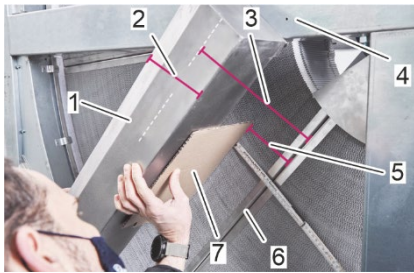

Figura 51: Alineación de la bandeja de recogida
3. Sujete la bandeja de recogida (Figura 51/1) contra el marco del rotor (Figura 51/4) por el lado de salida del aire.
4. Coloque la bandeja de recogida (Figura 51/1) paralela al segmento del rotor (Figura 51/6). La distancia a ajustar (Figura 51/5) se calcula como la distancia medida en el paso 2 (Figura 51/3) menos la mitad del ancho (Figura 51/2) de la bandeja de recogida (Figura 51/1).
Utilice un tope de medición adecuado (Figura 51/7) (p. ej., un trozo de cartón) para medir la distancia entre la bandeja de recogida y el segmento del rotor.